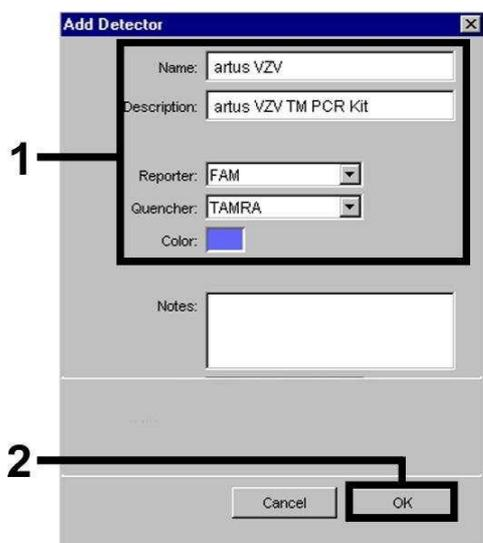
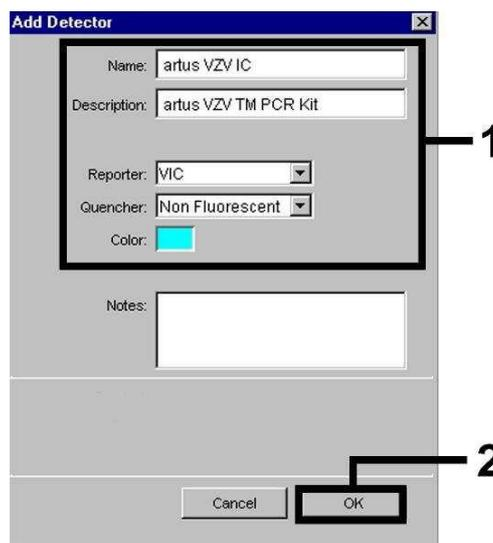
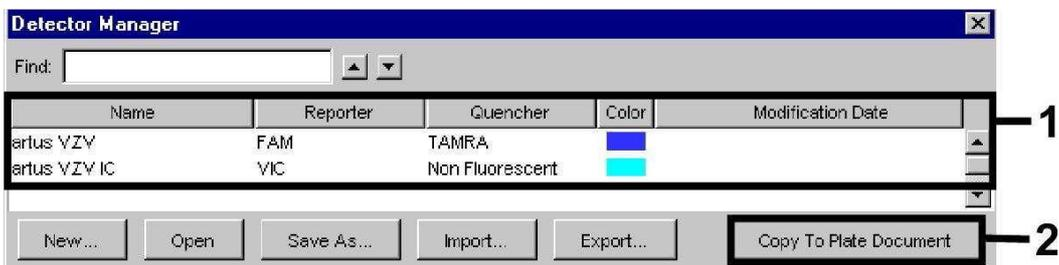

Abb. 17: Erstellung des VZV-spezifischen Detektors (*DetectorManager*).
Abb. 18: Erstellung des IC-spezifischen Detektors (*DetectorManager*).
Abb. 19: Auswahl der Detektoren (*Detector Manager*).
In dem nun erscheinenden Fenster definieren Sie (entsprechend Abb. 17 und Abb. 18) zum Nachweis von VZV-DNA die Reporter/Quencher-Kombination **FAM/TAMRA**, zum Nachweis der *Internen Kontrolle* wählen Sie die Kombination **VIC/Non Fluorescent** aus. Durch die Bestätigung der Eingaben (OK) kehren Sie zurück zum *Detector Manager*. Markieren Sie die soeben erstellten Detektoren und transferieren Sie jede Auswahl durch Anklicken der Option *Copy to Plate Document* zur *Setup*-Ebene (siehe Abb. 19). Schließen Sie das Fenster (*Done*).